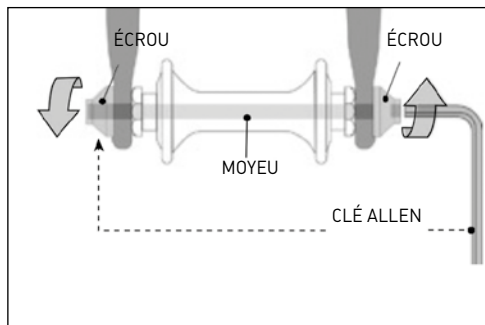

Figure 9
- Un moyeu creux dans lequel tourne un axe (broche de blocage) équipé d'un écrou d'un côté et d'un raccord pour une clé Allen, d'un levier de verrouillage ou d'un autre dispositif de serrage de l'autre côté (boulon traversant, figure 9)